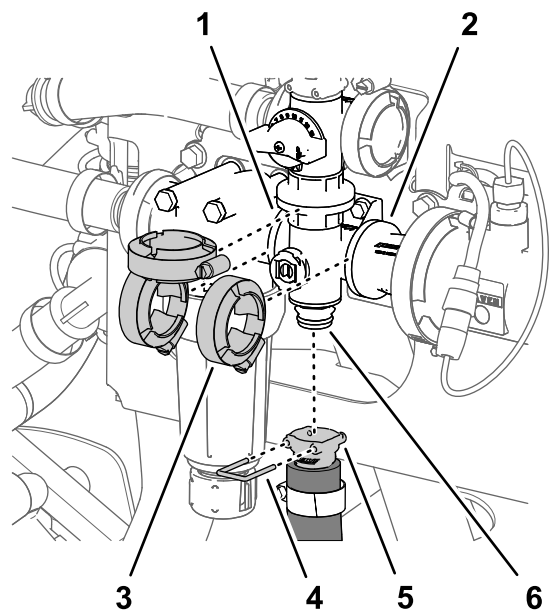
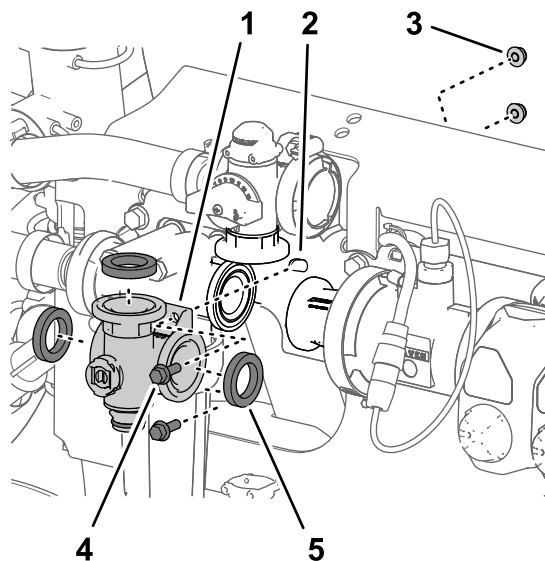

Figura 121
Figura 120
1. Alinee la brida del distribuidor de la válvula de agitación y las 3 juntas con las bridas de la válvula de desvío de agitación, la cabeza del filtro de presión, y el adaptador de acoplamiento (Figura 120 y Figura 121).
2. Sujete provisionalmente el colector de la válvula de agitación a la válvula de desvío de agitación, la cabeza del filtro de presión, y el adaptador de acoplamiento (Figura 121) con las 3 bridas de fijación que retiró en Retirada del distribuidor de agitación (página 84).
5. Apriete las 3 bridas de fijación a mano (Figura 121).
6. Monte el acoplamiento rápido de la manguera de agitación en el acoplamiento rápido del distribuidor de la válvula de agitación con la grapa (Figura 121).